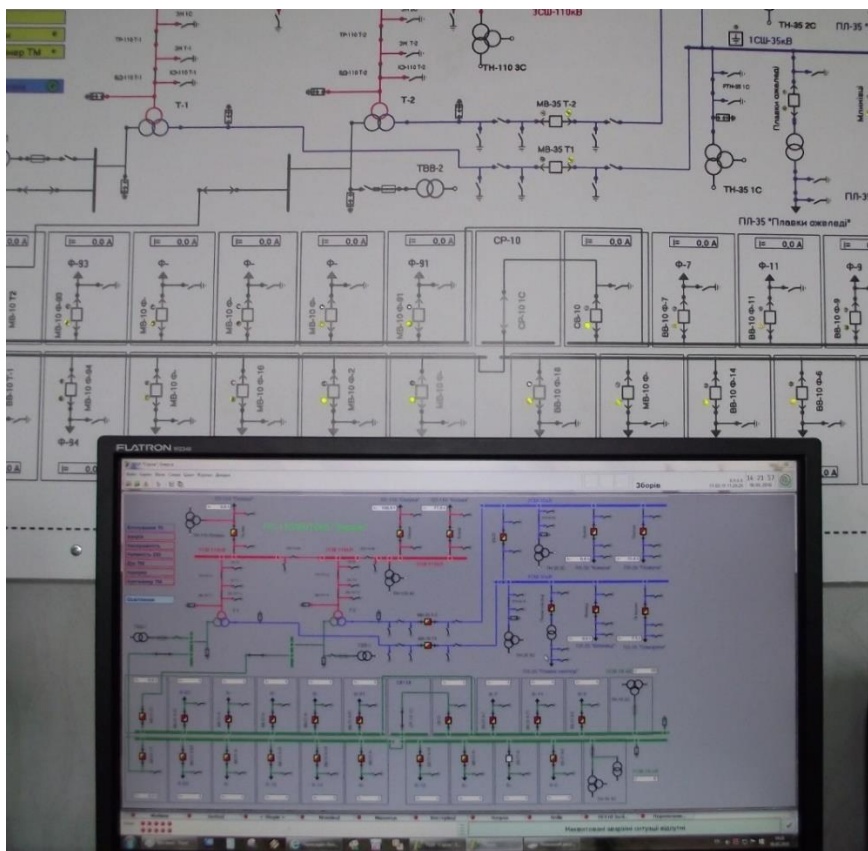
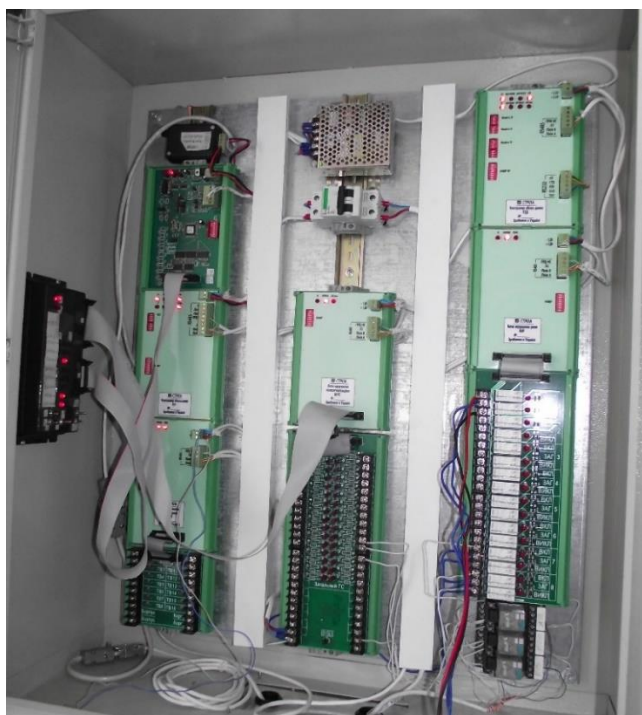

Рисунок 3. Робоче місце диспетчера (пульт оператора) і фрагмент мнемощита
Рисунок 4. Модуль контрольного пункту (КП)
Для поставлених завдань підготовки спеціалістів з АСДК прийнятним є використання сучасного програмно-апаратного комплексу мікропроцесорної телемеханіки «Енергія» ТКБР «Стріла». У комплект телемеханіки входить пульт оператора (ПО) – робоче місце диспетчера і мнемощит (рис. 3), модуль КП і блоки телемеханіки розміщені безпосередньо на стенді в лабораторії (рис. 4). В якості системи автоматизованого обліку енергії спільно з МТ «Енергія» може бути застосована система СБЕК (SCADA «Енергія»).
В якості щита управління використовується мнемощит, фрагмент якого представлено на рис. 3.
4. Підключити для дослідження схему модельованої підстанції (рис. 3).